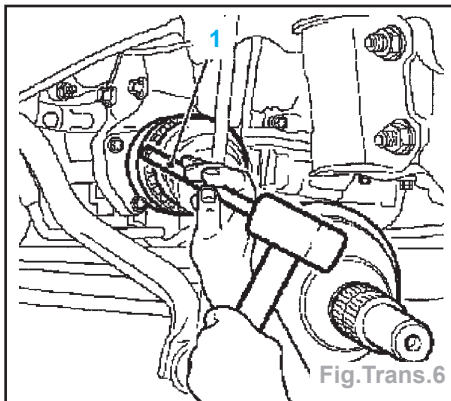

Fig.Trans.6
- chasser l'arbre d'essieu avec un mandrin en métal doux (1) sur l'arbre intermédiaire (Fig.Trans.6).